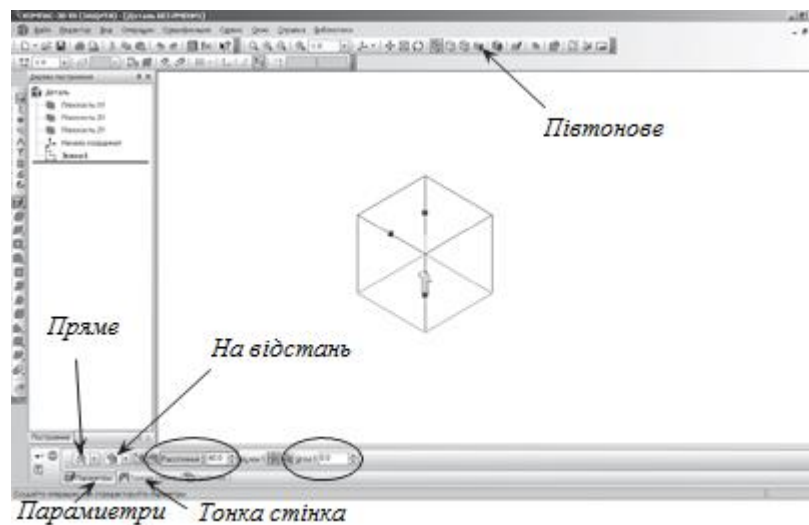

Рисунок 1.3 - Керування параметрами елемента
- ☐ - на панелі властивостей на вкладці параметри вкажіть напрямок видавлювання (нагору), глибина видавлювання – на відстань, у поле **Відстань 1** введіть 40 мм, **Кут 1** рівний 0° (грані куба вертикальні) (рис. 1.3);